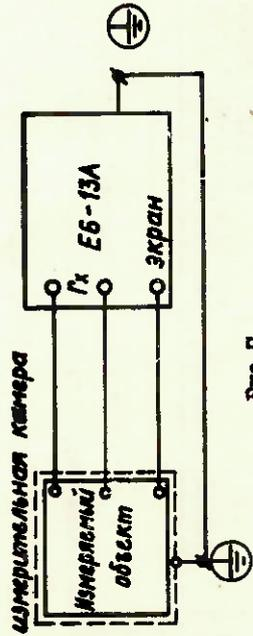

Рис. 7
9.1.3. При измерениях на поддиапазонах выше  $10^9$  Ом поместите измеряемый объект в измерительную камеру, соединив между собой клеммы  $\oplus$  камеры и прибора (рис. 7).
9.3.2. Подключите измеряемый объект к гнездам Гх прибора (при измерениях на поддиапазонах свыше  $10^9$  Ом поместите измеряемый объект в измерительную камеру, подсоединив ее к прибору в соответствии с рис. 7).